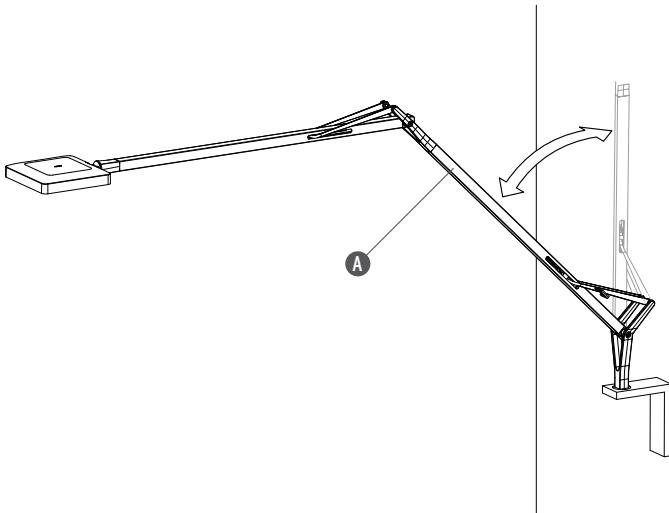

Fig. 1
<DE> Abb.1 Das Anbringen des Endanschlags ist fakultativ und durchzuführen, wenn man die Bewegung des Leuchtenarms (A) auf den in der Abbildung gezeigten Winkel begrenzen will, um zu vermeiden, dass die Leuchte während der Bewegung unabsichtlich gegen die Wand stößt.
<PT> Fig.1 A aplicação do bloqueio fim de percurso é opcional e deve ser realizada sempre que se pretenda limitar o movimento do braço (A) do aparelho ao ângulo ilustrado na figura, para evitar que o aparelho possa bater accidentalmente na parede durante a movimentação.
<RUS> Рис.1 Применение механизма ограничения хода не обязательно и должно быть в случае, если Вы хотите ограничить ход плеча (A) устройства на угол, показанный на рисунке, во избежание случайных ударов устройства о стену во время движения.
<JP> 図.1 リミットスイッチブロックアプリケーションはオプショナルであり、図で示されているように、動いている最中の器具が不意に壁にぶつかる为了避免するために角度のついた器具のアーム(A)の動きに制限を与えるために使用します。